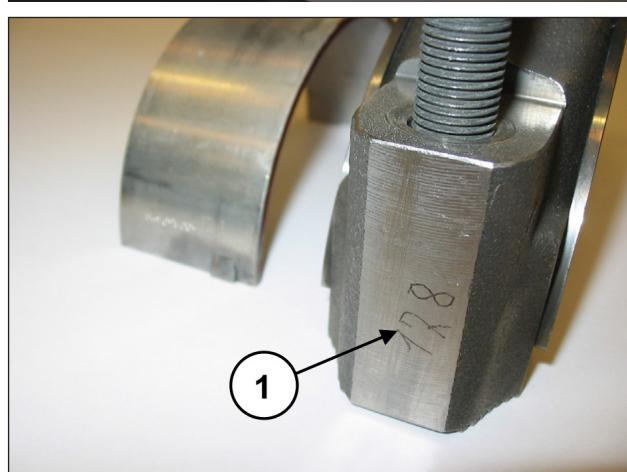

Fig. 42
Acoplar las semibielas en los sombreretes ya desmontados, controlando la numeración (pos. ①, Fig. 42).
Separar los sombreretes de las semibielas; controlar los números laterales para emparejarlos de manera correcta (pos. ①, Fig. 42).